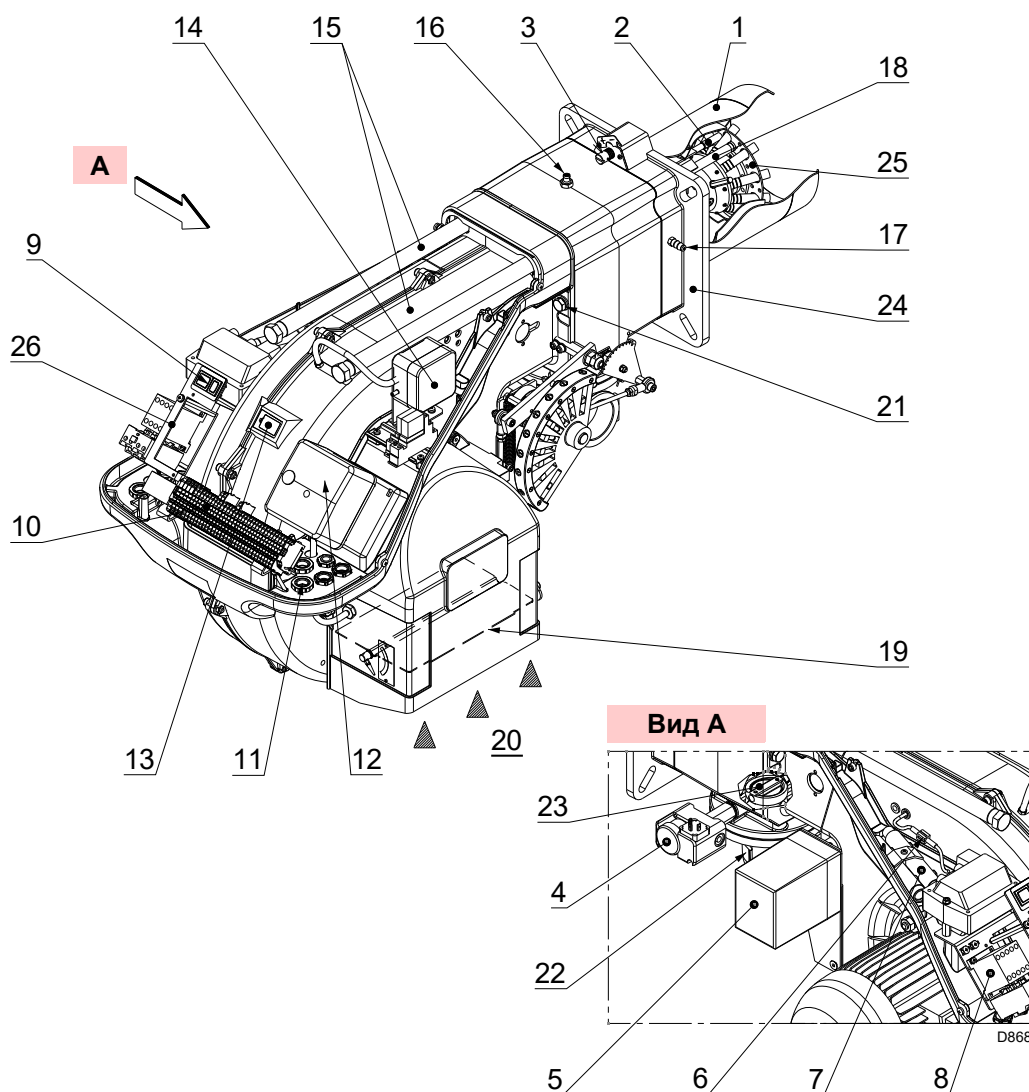

Рис. 5
- удлинители 7) для направляющих 15)(Рис. 5 на стр. 13): только версии TL